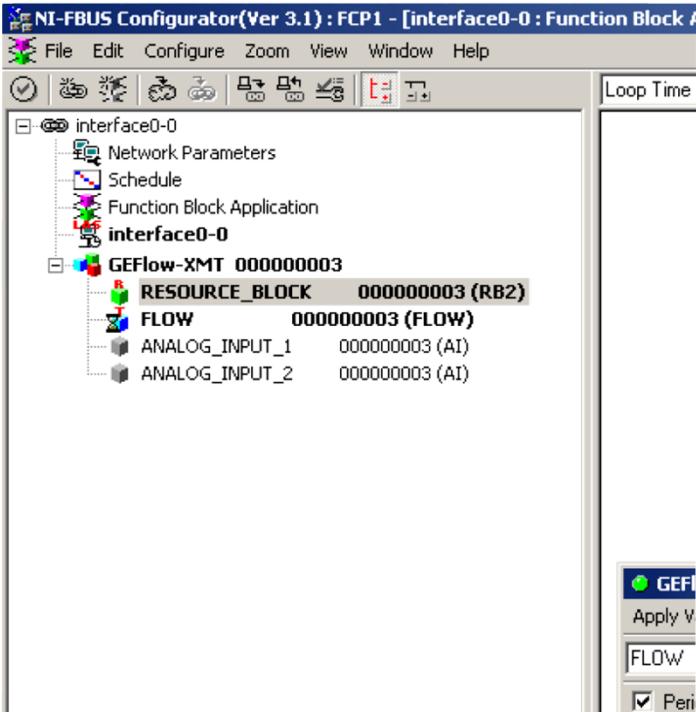

Figura 40: Ejemplo de configuración de la herramienta
El siguiente es un ejemplo de configuración utilizando la utilidad de configuración v3.1 de National Instruments. La figura 40 muestra la utilidad de configuración con un caudalímetro en la red (Panametrics Flow-XMT).
1. Haga doble clic en el bloque de IA para el que desea configurar las unidades (ANALOG_INPUT_1 (ENTRADA ANALÓGICA 1) o ANALOG_INPUT_2 (ENTRADA ANALÓGICA 2) en el árbol bajo Panametrics Flow-XMT; ver la figura 40).
1. Haga doble clic en el bloque de transductores FLOW (en el árbol bajo Panametrics Flow-XMT; consulte la figura 40).